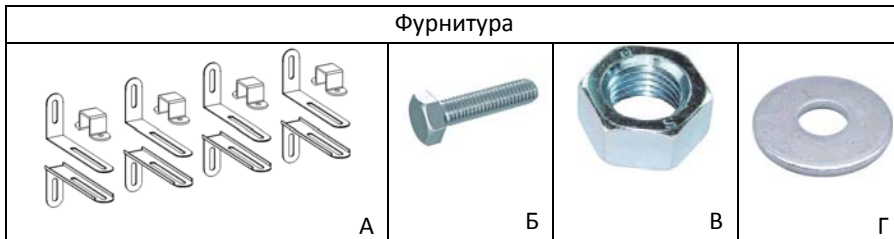

Рисунок 1
1. Привести основание 1 в разложенное положение (Рисунок 1);